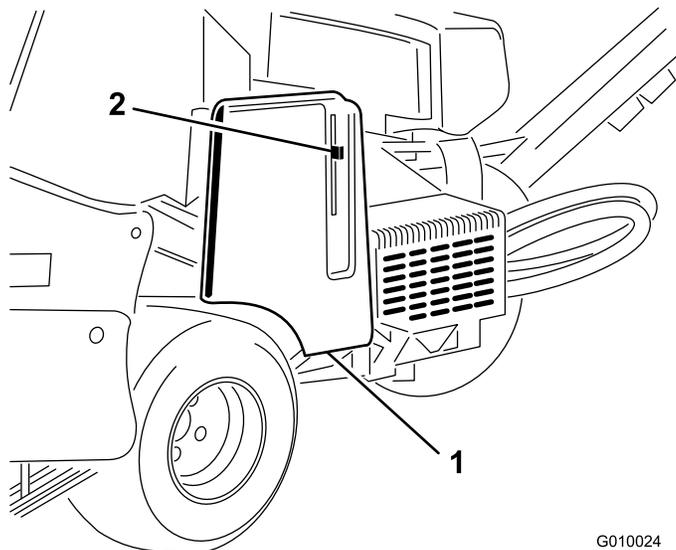

Figura 17
2. Destrancue e retire a cobertura da correia (Figura 17).